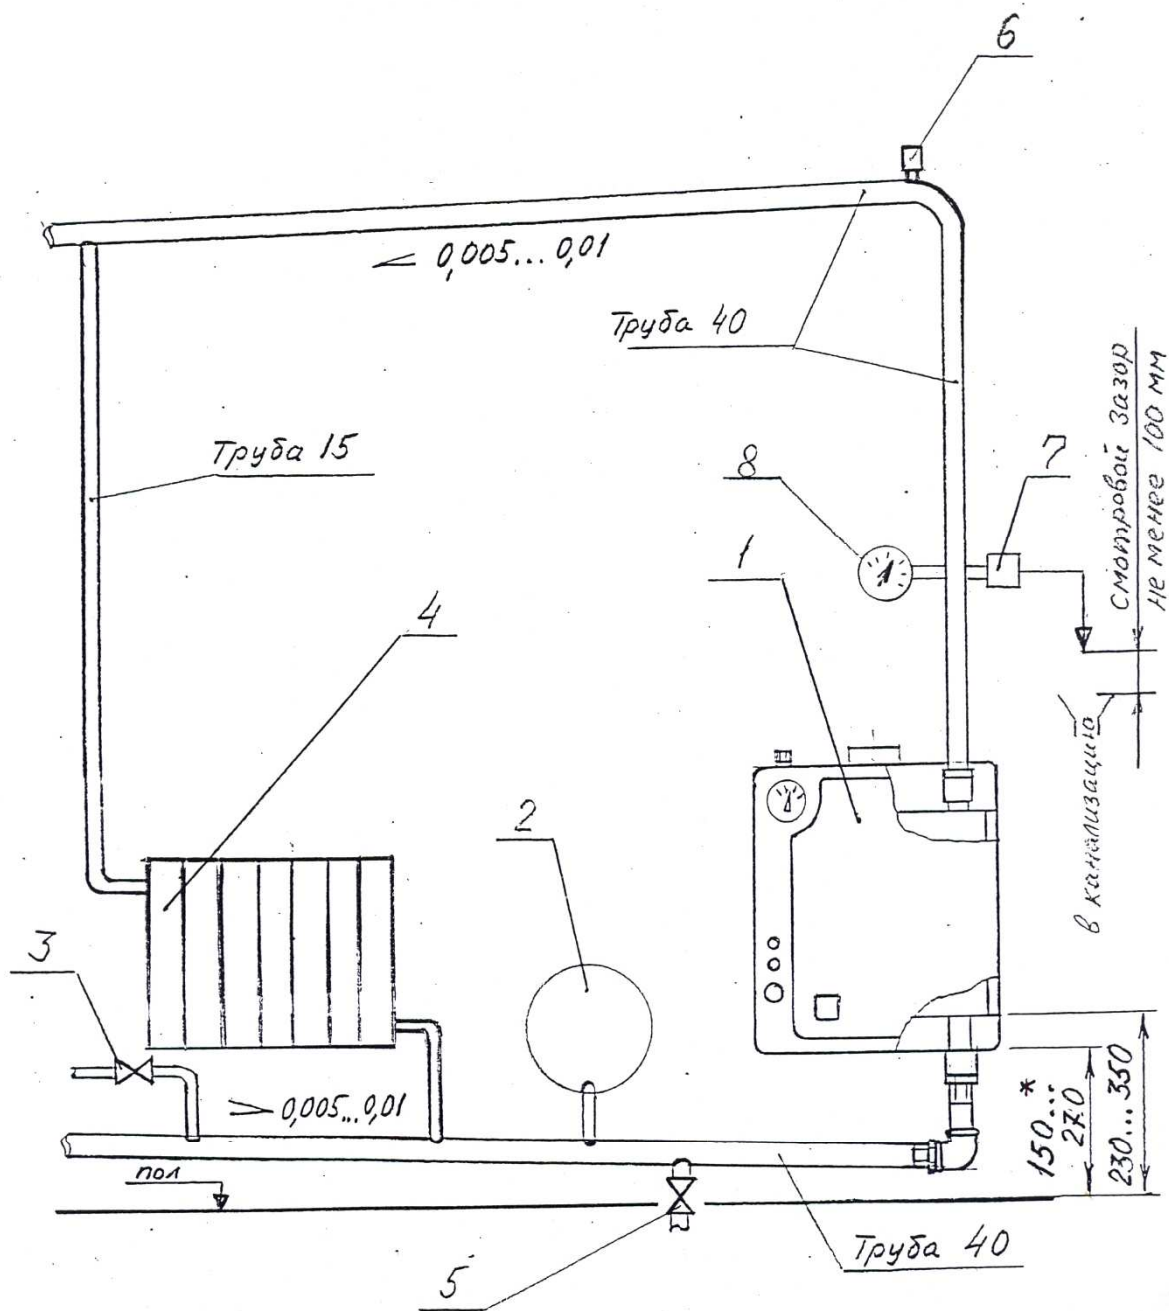

Рис. 6 Рекомендуемая схема разводки закрытой отопительной гравитационной системы.
Варианты схем систем отопления показаны на рис. 6, 7, 8.
**ПРИМЕЧАНИЕ.** Для закрытых отопительных систем наполнительное давление воды в системе при температуре воды 20°C должно быть на 20 кПа больше минимального давления, обозначенного на манометре поз.8 (см. рис. 6, 7, 8) специалистом, вводящим систему в работу.
5) при закрытой отопительной системе контролировать давление в системе по манометру поз.8 (см. рис.6, 7, 8), при необходимости отрегулировать давление в системе в пределах рабочего поля, обозначенного на манометре специалистом, вводящим систему в работу, в зависимости от температуры отопительной воды в системе в данный момент добавлением или сливом воды.